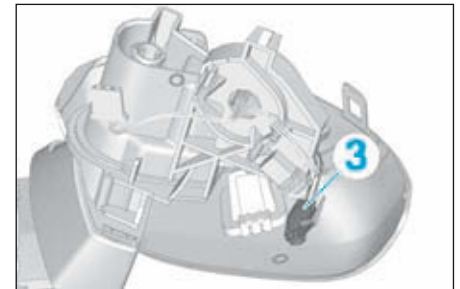

FIG.30
- Dégrafer la sonde de température extérieure (3) (Fig.30).